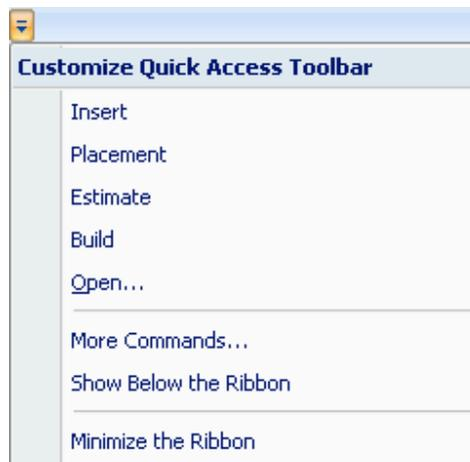

Figura 5-60 Menú *Customize Quick Access Toolbar* (Personalizar la barra de herramientas de acceso rápido)
- En el menú *Customize Quick Access Toolbar* (Personalizar la barra de herramientas de acceso rápido) (consulte Figura 5-60 en la página 5-62), seleccione **More Commands** (Más comandos), o bien